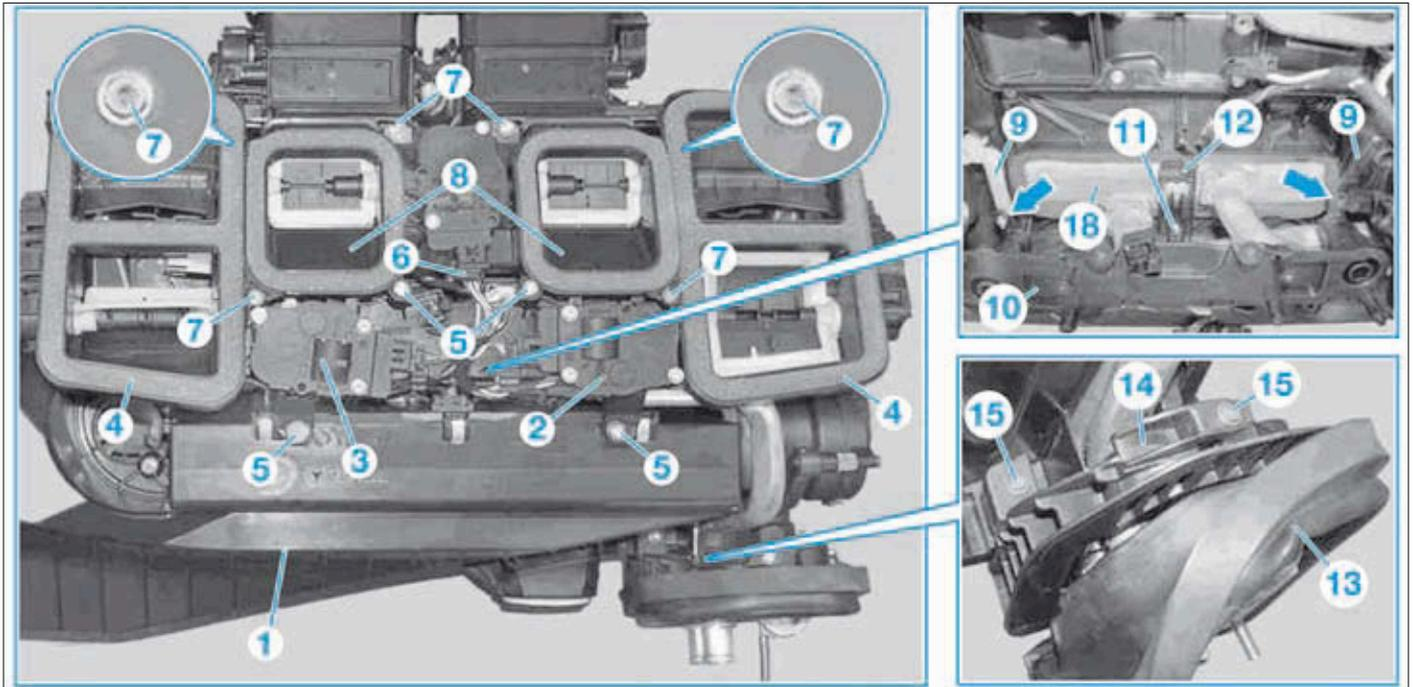

FIG. 18
- Procéder à la dépose du bloc chauffage-climatisation (1) (voir opération concernée) (Fig.18).
- Sans débrancher les connecteurs, déposer les servomoteurs du volet de mélange d'air (2) et (3) et les mettre de côté.
- Déposer les joints (4).
- déposer les vis (5),
- débrancher le connecteur (6),
- déposer les vis (7), retirer la tubulure (8),
- décrocher (flèches) les leviers de renvoi (9) et déposer le support de servomoteurs (10).
- la vis (11),
- le support (12).